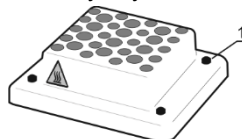

Рисунок 2. Установка термоблока
- Установите термоблок так, чтобы наклейка ⚠ была спереди прибора (рис. 2).
- Закрутите 4 винта (рис. 2/1) или 4 шестигранных винта.